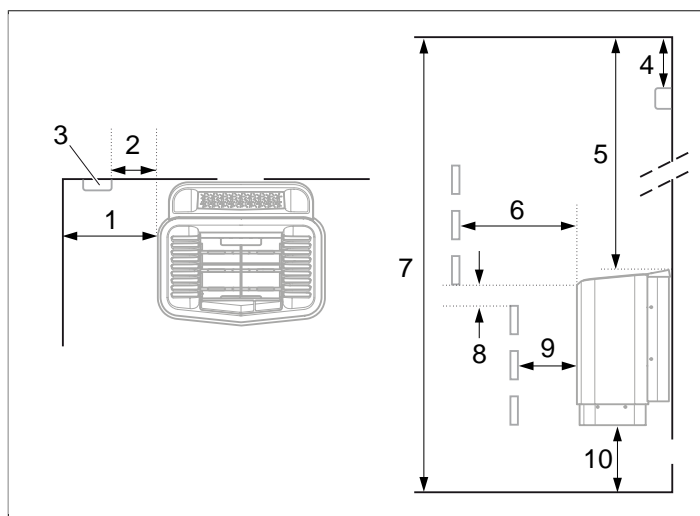
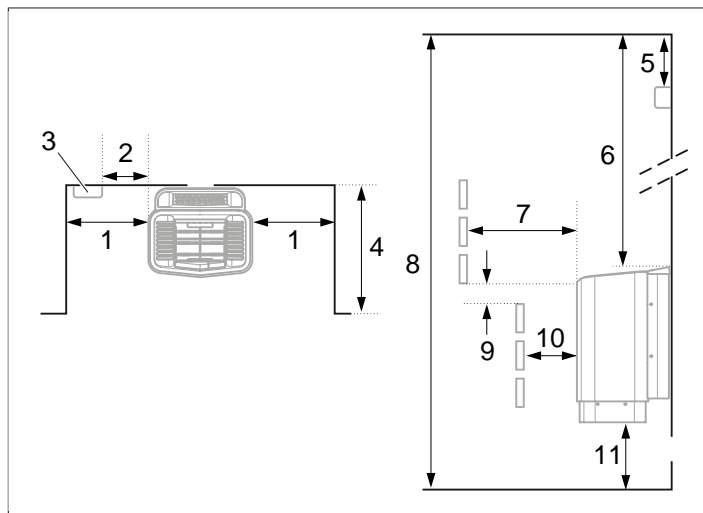

Fig 3: Emplacement du poêle – montage normal
Fig 5: Emplacement du poêle – montage en encastré dans une niche
- Prévoir l'emplacement du capteur (cf. **Fig 3**, page 2 ainsi que **Fig 5**, page 3).
- sur le même mur que la porte (à titre exceptionnel, sur un mur adjacent, mais très près du passage de porte). Le poêle peut aussi être encastré dans une niche (cf. **Fig 5**, page 3).
- à une distance suffisante du sol, des cloisons latérales et des aménagements (cf. **Fig 3**, page 2).
Placer le capteur comme l'indique l'illustration (cf. **Fig 3**, page 2).
1. Placer le poêle à une distance suffisante du sol, des parois latérales et des aménagements (cf. **Fig 5**, page 3).
2. Placer le capteur comme l'indique l'illustration (cf. **Fig 5**, page 3).